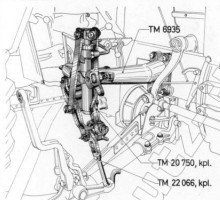

Abb. 11
- Die Länge der Verbindungsstange TM 22066, kpl. kann durch Herein- oder Herausdrehen der Verbindungsöse TM 6750 eingestellt werden (Abb. 11). In der Bolzenlage des Mähbalkens soll in der Verbindungsstange 5 mm Spiel sein.